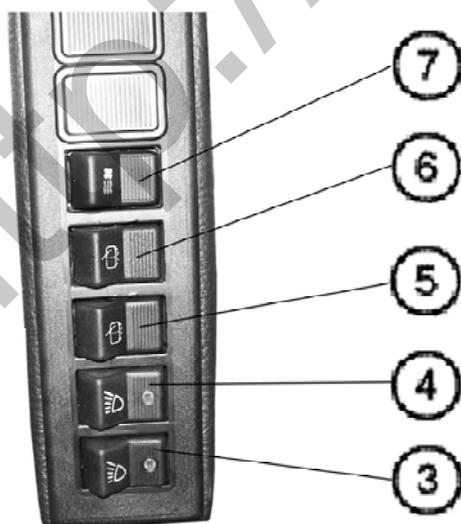

Рис.4.17.2
- После открытия крана (1) включите вентилятор отопителя с помощью переключателя (поз.3, см. рис. 4.17.2 на с. Г10) и направьте поток воздуха в желаемом направлении с помощью регулируемых каналов. Путем открытия или закрытия рециркуляционных заслонок (2) можно управлять количеством свежего воздуха, поступающего в кабину (рис. 4.20.2).
**ПРИМЕЧАНИЕ:** Для быстрого прогрева воздуха в кабине полностью откройте рециркуляционные заслонки и включите высокую скорость вентилятора отопителя переключателем (поз.3, см. рис. 4.17.2 на с.Г10).